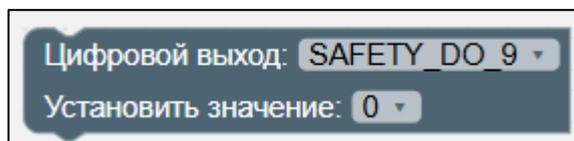

Рисунок II-35 – Блок «Цифровой выход. Установить значение»
8. Блок «Цифровой выход. Установить значение» (см. Рисунок II-35).